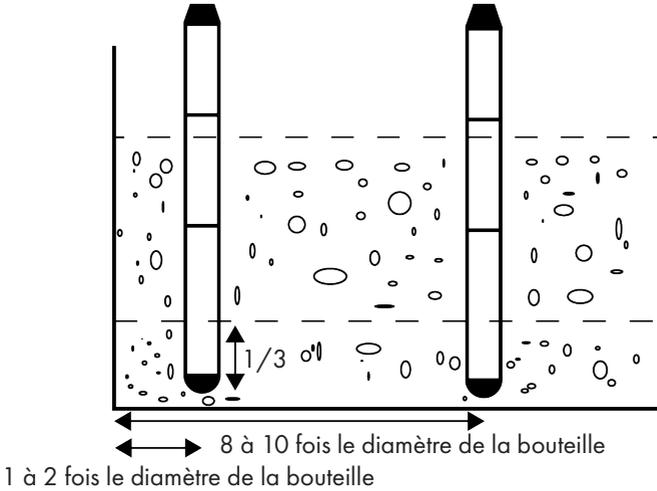

Figure 3
- Appliquer le béton liquide en couches de 30 à 50 cm de hauteur et le répartir uniformément. La bouteille vibrante est plongée verticalement dans le béton à plusieurs reprises, à une distance de 8 à 10 fois le diamètre de la bouteille. Pour assurer une bonne liaison entre les couches, plonger la bouteille vibrante suffisamment profondément pour que 1/3 de la bouteille atteigne la couche inférieure déjà posée. (fig. 3)